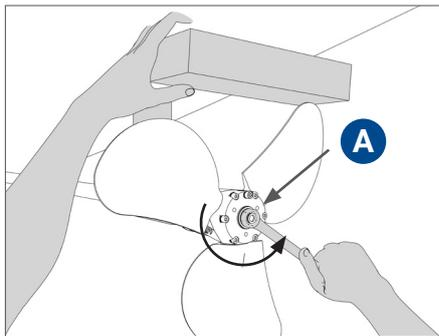
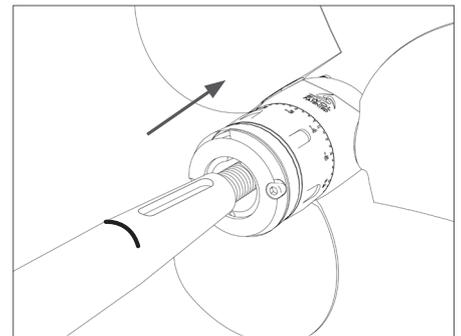

ABB. 10 Lösen der Spannmutter
ABB. 11 Abziehen des Propellers von der Welle
- Lösen Sie die Spannmutter **A** (**Abb. 10**) und ziehen Sie den Propeller ab (**Abb. 11**).